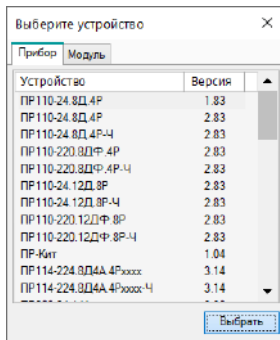

Рисунок 7.4 – Вибір модифікації пристрою для зміни вбудованого ПЗ
7. Запустити процес зміни вбудованого ПЗ натисканням кнопки **Вибрати** (див . *рисунок 7.4*).